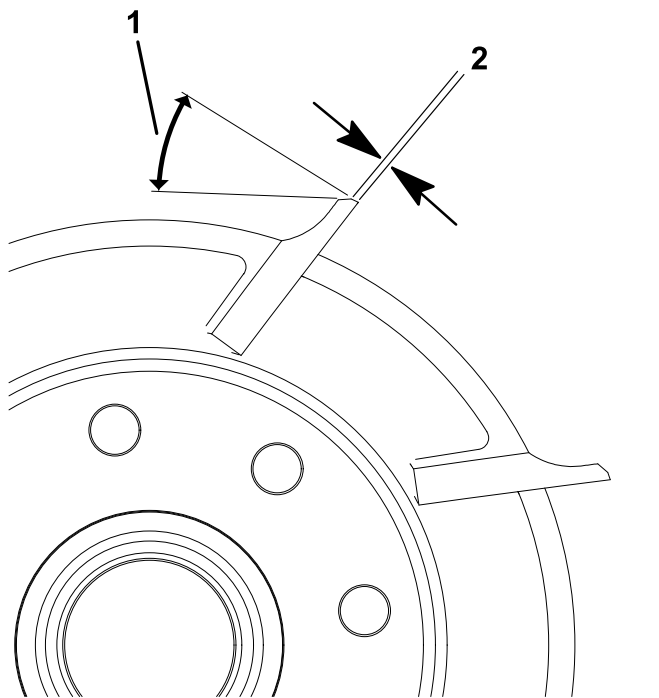

Figura 19
1. Aplique uma amolação de retificação de 30° em todas as lâminas do cilindro até que a folga tenha uma largura de 0,76 mm (Figura 19).